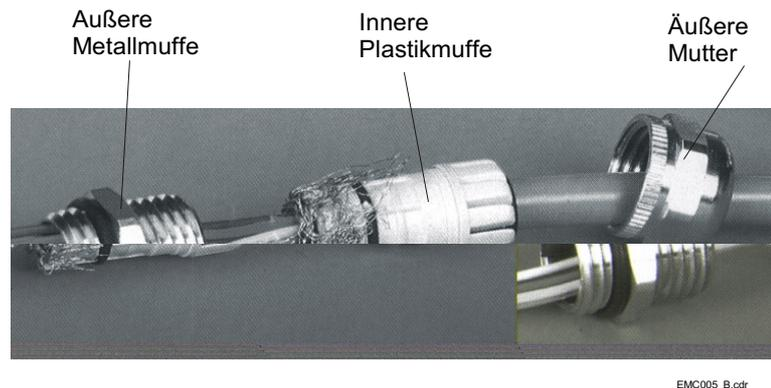

Abbildung 19 Kabeldurchführung
6. Die äußeren Muttern beider Kabeldurchführungen aufdrehen. Dabei ein Verdrehen der Kabel vermeiden. Bei beiden Kabeln das Kabel und die innere Plastikmutter (zusammen) aus der äußeren Metallmuffe der Kabeldurchführung herausziehen (siehe Abbildung 19).